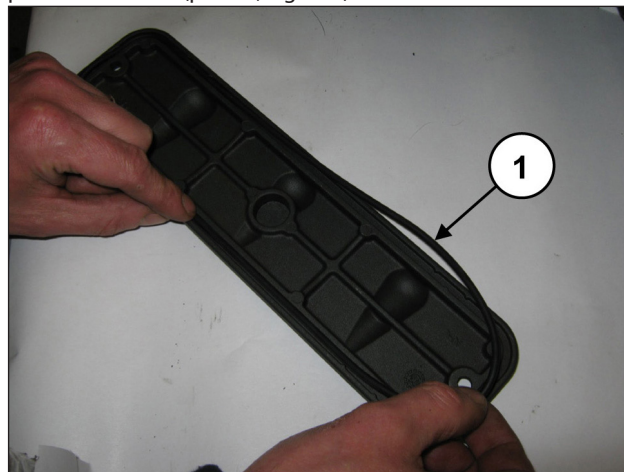
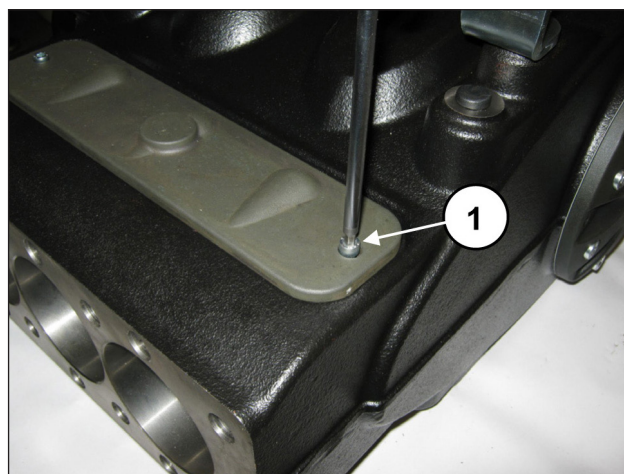

Fig. 189
Fig. 190
Nas coberturas de inspeção, insira o anel circular (pos. ①, Fig. 189) e monte as coberturas mediante o uso de 2+2 parafusos M6x14 (pos. ①, Fig. 190).